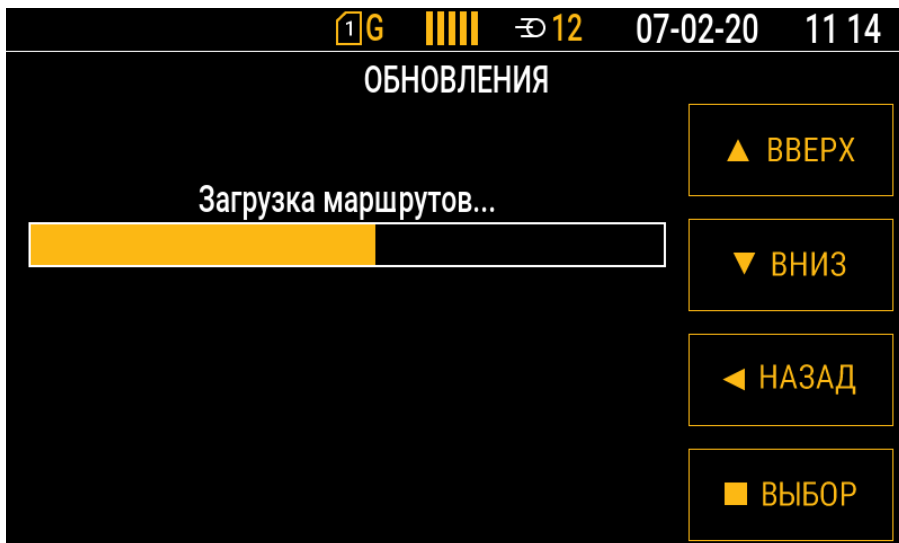

Рис.103. Загрузка маршрутов
- Начнется процесс загрузки маршрутов в устройство (Рис.103).